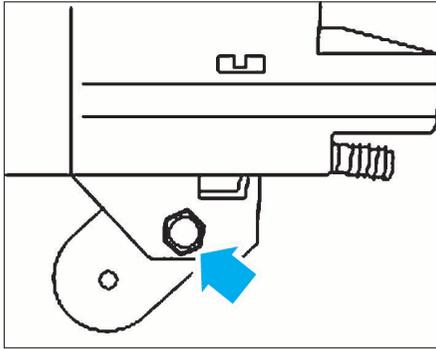

FIG. 78
- Desserrer la vis de bridage de toit ouvrant (Fig.78).